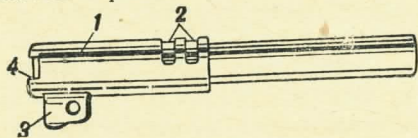

Рис. 43. Ствол:
88. Ствол (рис. 43) служит для направления полета пули. Он помещается в кожухе затвора и соединяется с рамкой пистолета при помощи